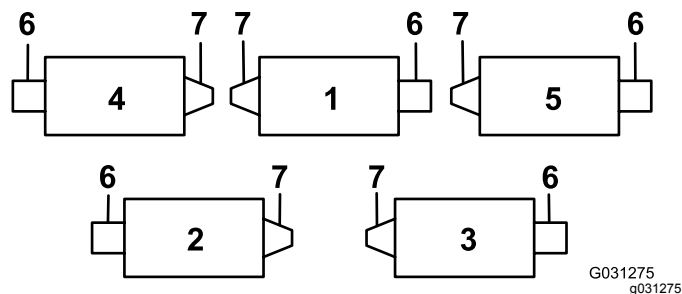

**Figure 11**
**Remarque:** Placez la tête du boulon sur le côté extérieur de la patte, comme montré à la Figure 11.
E. Montez le support de tige sur les pattes de l'unité de coupe à l'aide des boulons de carrosserie et des écrous (Figure 11). Sur l'unité de coupe, montez le guide de flexible gauche devant les pattes de l'unité quand vous reposez le support de tige (Figure 13).